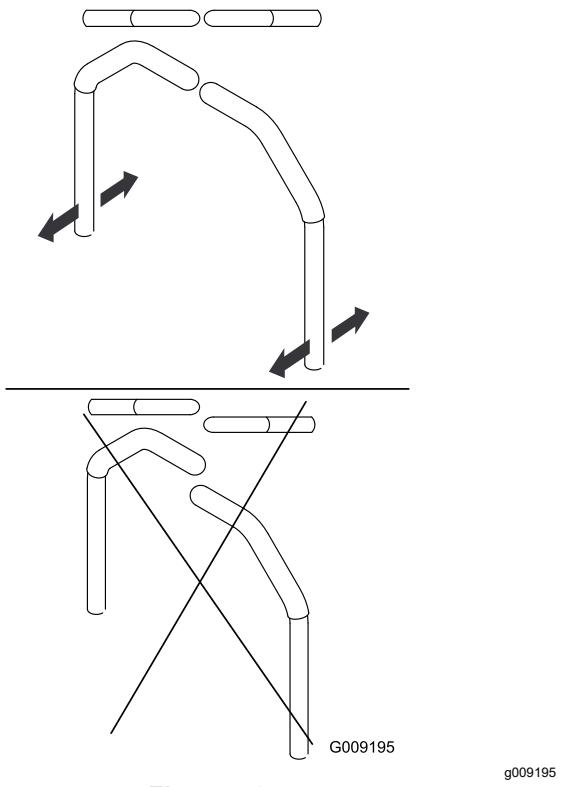

**Figura 51**
- Si se desvía hacia la derecha, afloje los pernos y ajuste la chapa del tope izquierdo hacia atrás en la ranura en T de la izquierda hasta que la máquina avance en línea recta (Figura 51).
- Si se desvía hacia la izquierda, afloje los pernos y ajuste la chapa del tope derecho hacia atrás en la ranura en T de la derecha hasta que la máquina avance en línea recta (Figura 51).
6. Apriete la chapa del tope (Figura 51).